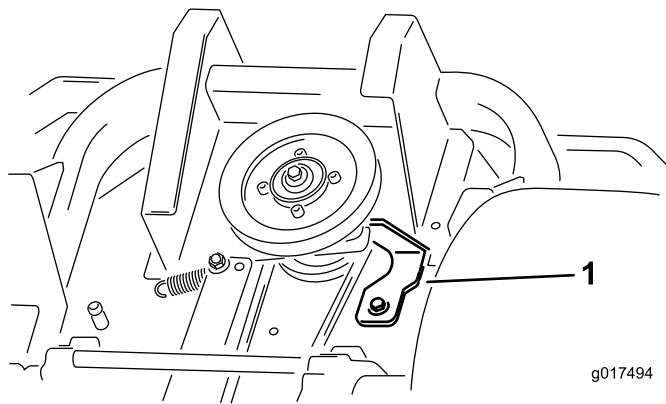

Bild 60
5. Entfernen Sie den Kupplungsanschlag, wie in Bild 60 dargestellt.
9. Befestigen Sie den Kupplungsanschlag, wie in Bild 60 dargestellt.